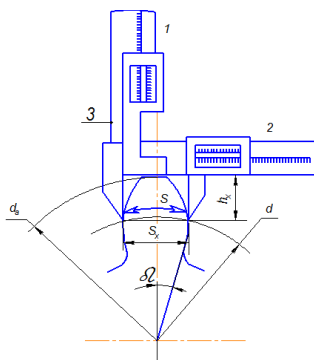

Рисунок 5- Измерение толщины зуба по хорде делительной окружности
10. Определить половину центрального угла зуба по дуге делительной окружности (рис. 5), град:
13. Измерить штангензубомером толщину зуба по хорде делительной окружности $S_{хизм}$. (рис. 5). Полученное значение $S_{хизм}$ сравнить с расчетным значением S_x .